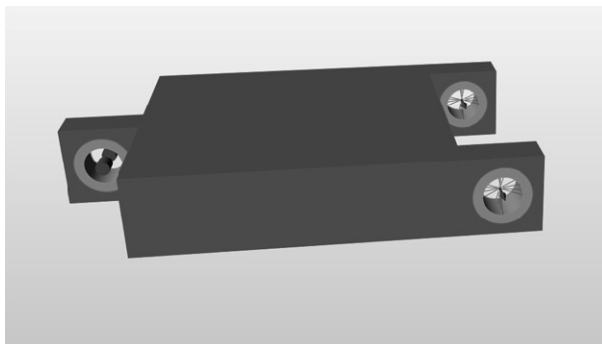

图 5-12
5) 当施加力工具仍处于激活状态时，单击 Boss 材料后部的另一部分，然后单击 +/- 图标反转方向，此时 Force 1 和 Force 2 都被施加在 x 轴的正方向上，如图 5-12 所示。